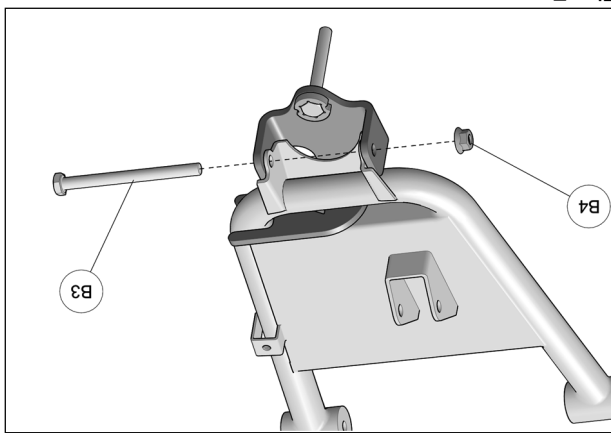

Fig. 7
7. Insérer les nouveaux boulons M10x120mm (B3) à travers l'ancrage, le bras de suspension et le moyeu de roue. Fixer les boulons avec les écrous M10 (B4) fournis. Serrer les écrous à un couple de 50 N•m [37 lb•ft]. Voir la Fig. 7